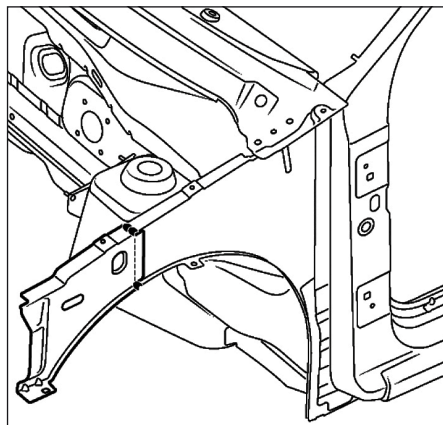

FIG.51
- Respecter la ligne de coupe (Fig.51).